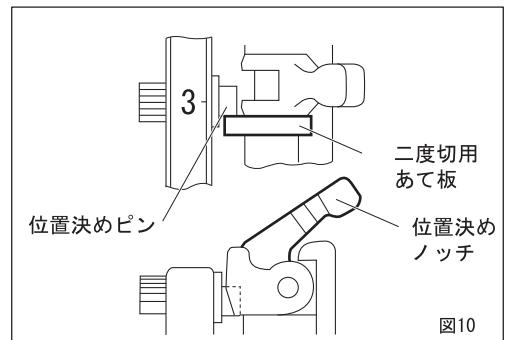

図10
①ダイヘッドをセットの状態にしてください。
②位置決めノッチを倒して、二度切用あて板に位置決めピンを当たした状態で一度目のねじ切りを行います。(図10)